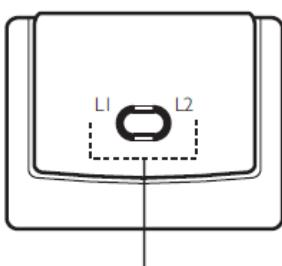

Fig. 16: LEDs del receptor
- El led L1 del receptor, parpadeará (Fig. 16) realizando alguna de las siguientes frecuencias: Ver la Fig. 27 para más detalles.